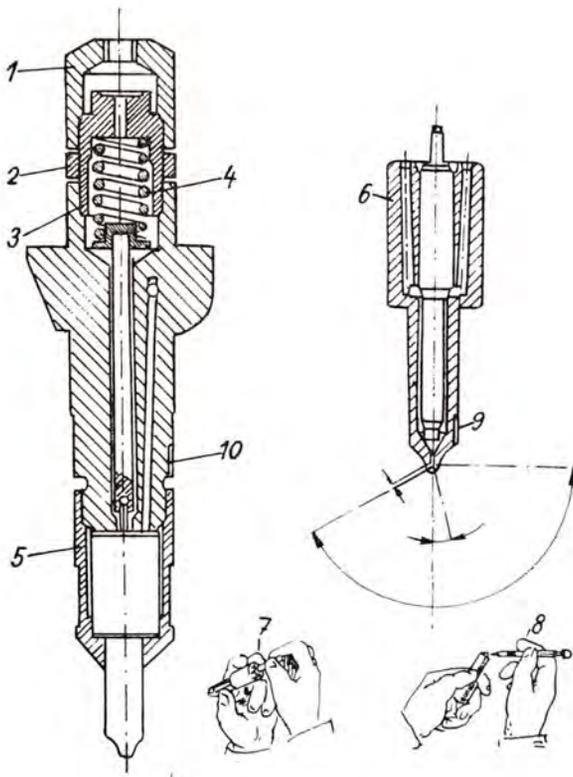

Abb. 23a
3. Das ausmontierte Einspritzventil ist in einen Schraubstock zu spannen und der Deckel (Abb. 23a/1) ist abzuschrauben. Die Sicherungsmutter (Abb. 23a/2) und der Regelpfropfen (Abb. 23a/3) sind so zu lösen, dass die Feder im Einspritzventilkörper frei wird; sie darf nicht auf die Nadel drücken.
5. Die Spannmutter (Abb. 23a/5) ist auszuschrauben und die Düse (Abb. 23a/6) herauszunehmen.
- a) Aus der Düse ist die Nadel (Abb. 23a/7) herauszunehmen und die durch Karbonansatz verschmutzten Löcher sind mit einer kalibrierten Nadel (\varnothing der Nadel ist 0,25 mm) (Abb. 23a/8) zu reinigen.
1. An das Einspritzrohr von der Pumpe ist das Einspritzventil zu befestigen. Vom Ventil ist der Deckel abzunehmen und die Sicherungsmutter (Abb. 23a/2) ist zu lösen.
2. Durch Hebelbewegung ist Kraftstoff in die Einspritzdüse zu pumpen, wobei die Skala des Manometers zu beobachten ist. Durch Lockern oder Festziehen des Regelpropfens (Abb. 23a/3) ist das Einspritzventil auf vorgeschriebenen Druck, welcher 160 at betragen soll, einzustellen.
3. Nach Einstellung des Einspritzventiles ist der Regelpfropfen mit einer Sicherungsmutter (Abb. 23a/2) zu sichern und der Deckel ist anzuschrauben.